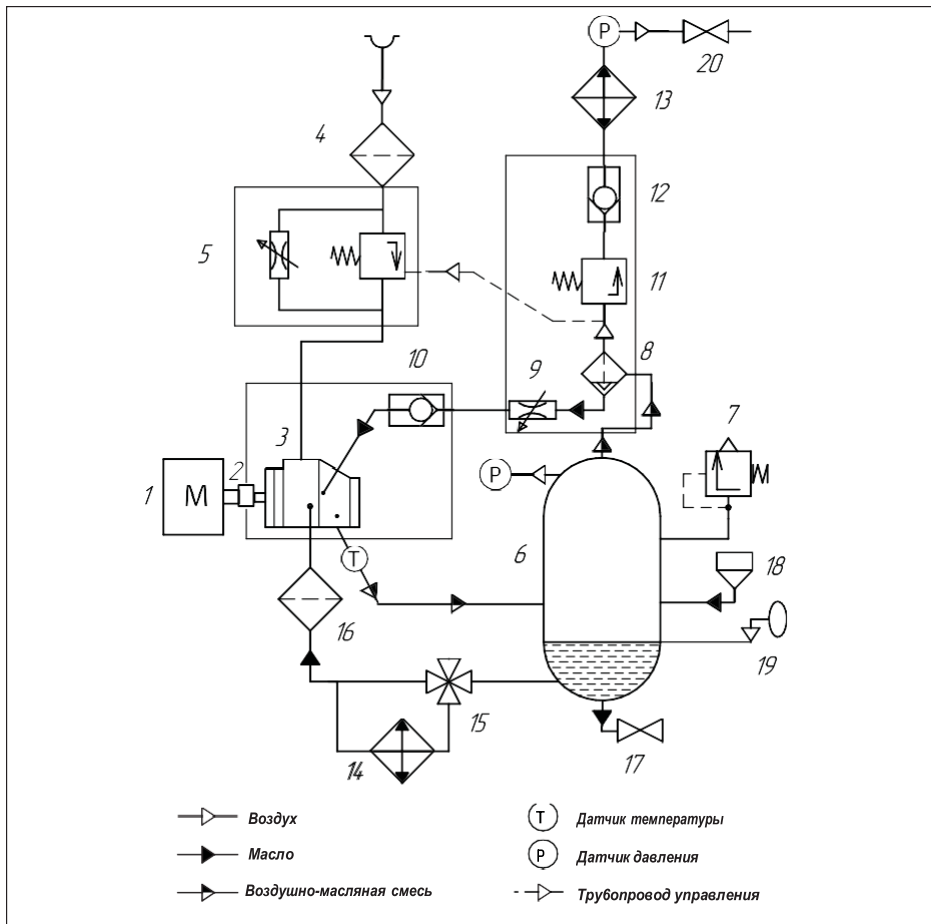

Рис. 2.3 Схема пневматическая DV75-90
2.4 Принцип действия (Смотри рис. 2.3)